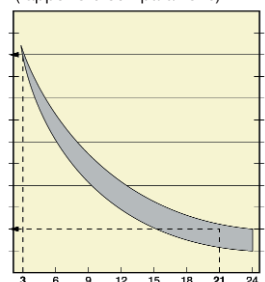

Fig. 1
■ Estensione della vite utensile. La fig. 1 esemplifica la relazione tra precisione di concentricità e vita utensile: quando la precisione di concentricità passa da 21μ a 3μ, la vita utensile aumenta di almeno 5 volte.